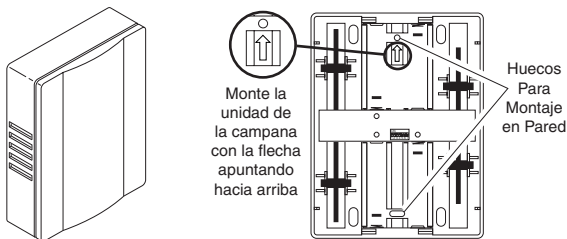

Figura 5
3. Use los orificios de la campana como plantilla (vea la Figura 5). Taladre un orificio guía de 5.5 mm (7/32 pulgadas) de diámetro para las 2 anclas de pared (provistas) e inserte las anclas.
5. Use como guía la flecha que se encuentra dentro de la unidad de la campana, y monte la campana con la flecha apuntando hacia arriba (vea la Figura 5). No apriete por completo.